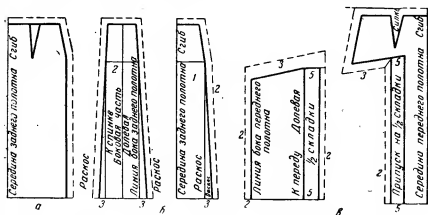

Рис. 245. Подготовка выкройки юбки со вставными боковыми частями к раскрою:
При первом варианте (рис. 245, а) середину выкройки заднего полотна укладывают так, чтобы она была по долевой нити на сгибе ткани.
(рис. 245, б). Сердину заднего полотна укладывают так, чтобы она была по долевой нити на сгибе ткани. От вытачки необходимо дать раскос шва — 3 см. Боковая часть выкройки заднего полотна также должна иметь раскос шва в обе стороны по 3 см.
**Переднее полотно юбки.** Сердину переднего полотна укладывают так, чтобы его середина была по долевой нити на сгибе ткани (рис. 245, в). К линии разреза следует дать припуски на половину глубины складки от 5 до 8 см в зависимости от имеющих спорков.